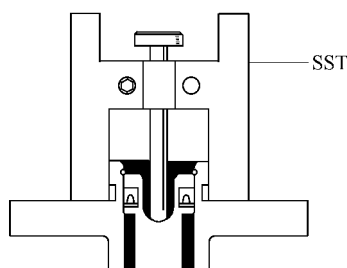

图 15-45 压下销子直至其顶部轻微接触到活塞为止
1) 将制动加力器推杆测试器固定到总泵上，压下销子直至其顶部轻微接触到活塞为止，如图 15-45 所示。